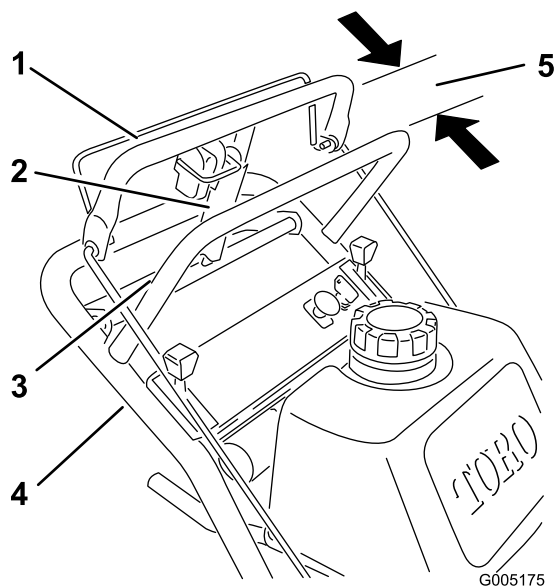

Figura 38
1. Compruebe el espacio entre la barra de control superior y la barra fija con la transmisión de las ruedas totalmente engranada. El espacio debe tener aproximadamente de 25 a 32 mm (1 a 1-1/4 pulg.) (Figura 38).